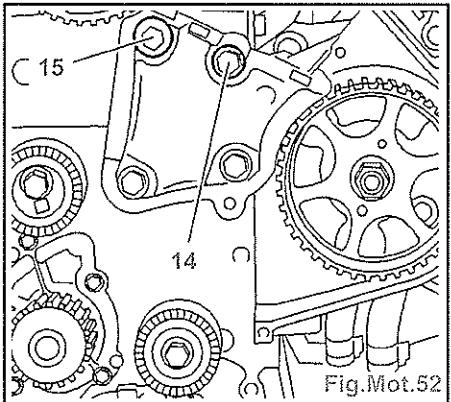

Fig.Mot.52
- le support (11),
- les fixations (10) du boîtier de sortie d'eau,
- les goujons (12),
- Ecarter le boîtier de sortie d'eau (9) du carter-cylindres.
- Déposer les vis (14) et (15) (Fig.Mot.52).